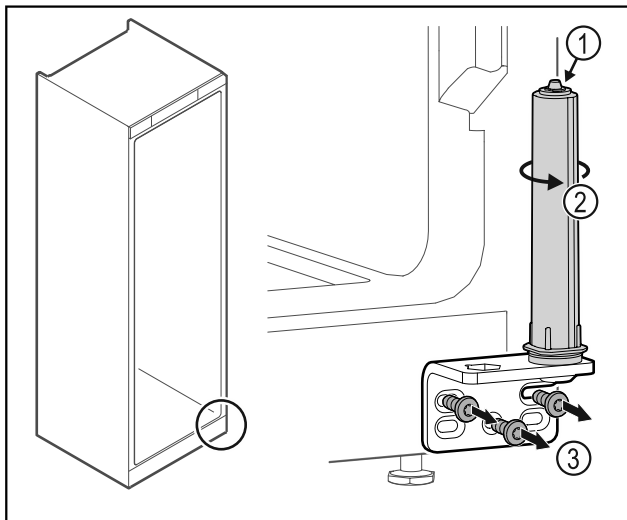

Fig. 51
- Nerozebírejte uzavírací systém dvířek Fig. 51 (1).
- Otáčejte uzavíracím systémem Fig. 51 (2), dokud nezacvakne.
- Odšroubujte úhelník závěsu Fig. 51 (3).